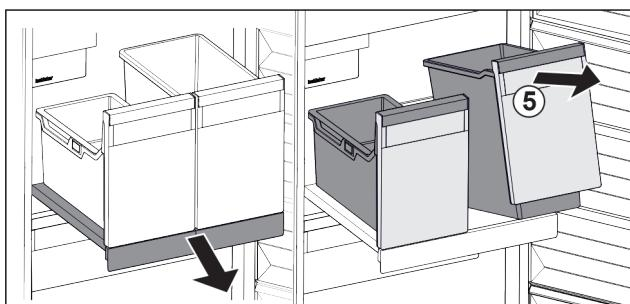

Fig. 123
- ▶ Nadvihnite nádobu Fig. 123 (5) vpred.